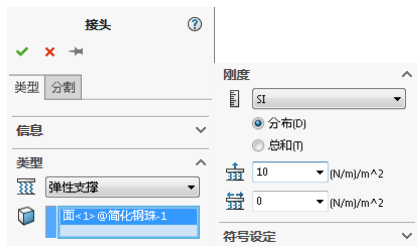

图 10-52 设置弹性支撑
STEP 5 右键单击算例树中“夹具”项，在弹出的快捷菜单中选择“弹性支撑”菜单选项，打开“接头”属性管理器，然后选择简化钢珠的上表面为弹性支撑的压载面，并设置“弹性支撑”法向系数为 $10 \text{ (N/m)} / \text{m}^2$ ，用于模拟蝶形弹簧，如图 10-52 所示。